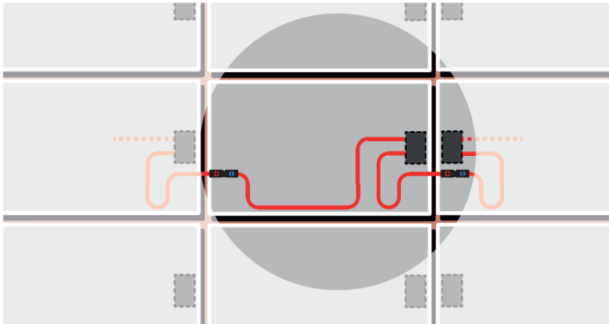

Abb. 2 Beispiel für U-förmige Leitungsführung an Anschlussdose bei Quermontage bei den Module X61, X63, X81, X83, P23, S81 Sol und S83 Sol.
- Bei Quermontage der Module führen Sie die Leitungen U-förmig von der Anschlussdose weg (siehe Abb. 2).